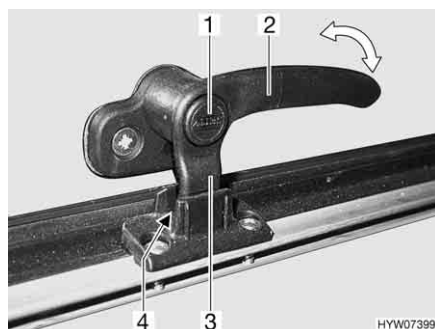
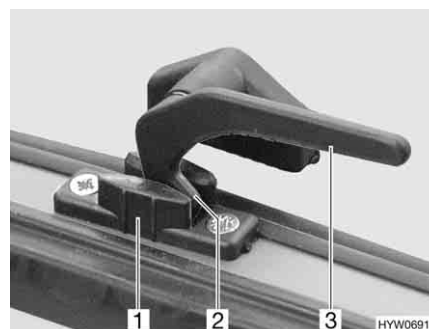

Fig. 89 Palanca de bloqueo con botón de seguridad en la posición de "ventilación continua"
Fig. 90 Palanca de bloqueo en la posición de "ventilación continua"
- En la posición "ventilación continua" (Fig. 89 y Fig. 90)
- Si existe, pulsar el botón de seguridad (Fig. 89,1) y mantenerlo pulsado.
- Girar todas las palanca de bloqueo (Fig. 89,2 ó Fig. 90,3) un cuarto de vuelta hacia el centro de la claraboya.
- Girar de nuevo hacia atrás las palancas de bloqueo. En esto, introducir el saliente de bloqueo (Fig. 89,3 ó Fig. 90,2) en el rebaje del bloqueo de la claraboya (Fig. 89,4 ó Fig. 90,1).